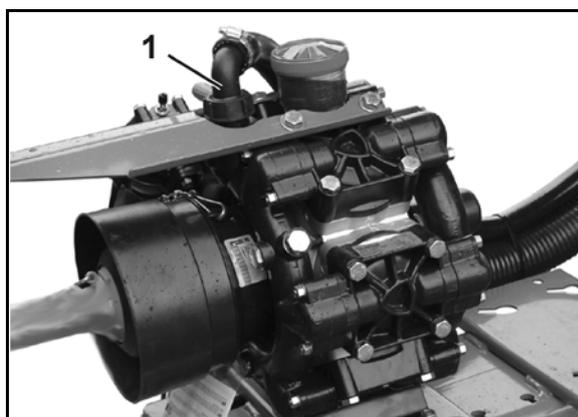

Рис. 159
13. Снимите все распределительные трубопроводы с клапанов секций (Рис. 159/1) и продуйте их сжатым воздухом.